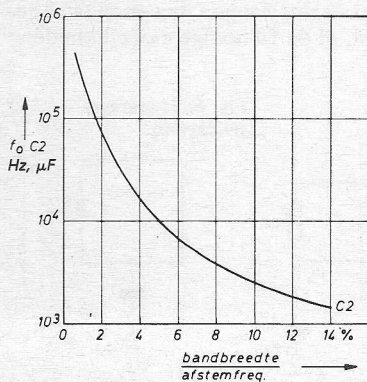
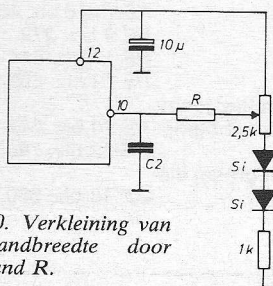
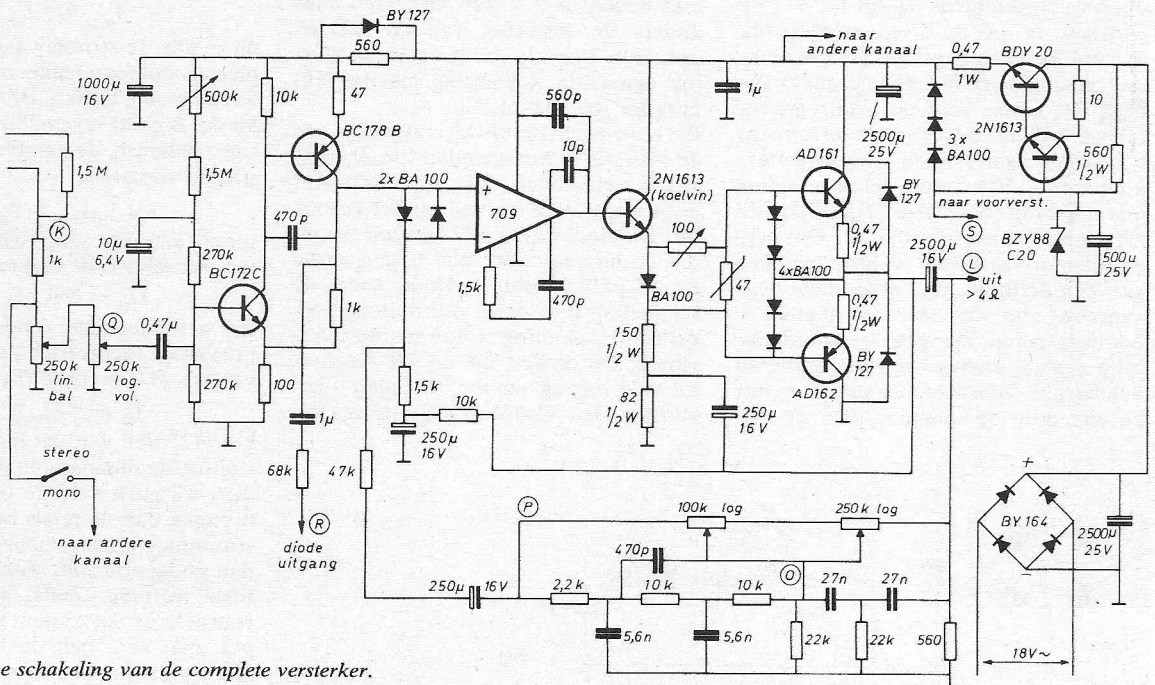
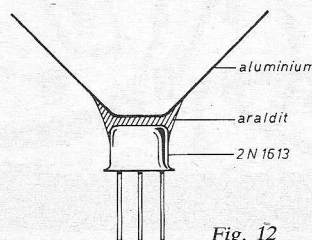

Fig. 1. Afstemgrafiek.
Fig. 10. Verkleining van de bandbreedte door weerstand R.
Fig. 9. Praktische schakeling van de complete versterker.
Fig. 12
in V, Hz,  $\mu$ F maar handiger is het grafiekje van fig. 1. Condensator C3 vormt met een interne weerstand van 4,7 k $\Omega$  een afvlakfilter, waarmee frequenties buiten het detectiegebied worden verzwakt. Het gelijkspanningsignaal van de kwadratische detector wordt hiermee zoveel mogelijk ontdaan van stoorklikjes en doorspraak van buiten het vanggebied liggende tonen. Het filter is effectiever naarmate C3 groter is, al gaat het ten koste van de snelheid waarmee de aanwezigheid van een „goede” toon de schakeltransistor bedient. Een richt-
2. Bandbreedte beperking kan ook worden verwezenlijkt door de lusversterking van de faselus te verkleinen. Dit kan gebeuren met behulp van een weerstand die vanaf C2 naar een gelijkspanningspunt wordt gelegd, als in fig. 10. De instelpotentiometer wordt afgeregeld op symmetrie van het oscillatorsignaal (de blokspanning op punt 9 of 16). Met de keuze van de weerstand R kan de bandbreedte worden geregeld, wordt de interne weerstand van 10 kΩ door de vervangingswaarde van de externe weerstanden gehalveerd, dan wordt de bandbreedte ook de helft. De tijdconstante met C2 is ook gehalveerd, de grafiek van fig. 1 geldt nu niet meer, C2 moet dus worden verdubbeld. Deze methode van bandbreedtebeperking gaat ten koste van de „vangsnelheid”, net als andere methoden, maar het compromis valt wat gunstiger uit. De siliciumdioden dienen voor temperatuurcompensatie. De waarden van de takken van de potmeter moeten bij de berekening van de totaalweerstand (op punt 10 of 15) natuurlijk worden meegenomen.
Fig. 10. Stereo-uitvoering van de schakeling (zonder RIAA correctie) van fig. 9, compleet met voeding. De componentenopstelling is op de vorige pagina gegeven, echter gezien vanaf de onderzijde van de print.
Na de vrij uitgebreide theoretische behandeling van de meeste onderdelen kan nu de complete schakeling van de versterker (zonder RIAA correctieversterker) worden gepresenteerd (fig. 9). De schakeling behoeft vrijwel geen toelichting meer. Er zijn wat extra weerstanden en condensatoren opgenomen voor instellingen en stabilisatie, doch deze spelen geen wezenlijke rol. Wel is er een toelichting noodzakelijk op twee punten, ten eerste de diode (BY127), welke over de weerstand van  $560 \Omega$  is geplaatst en ten tweede de condensator van  $1 \mu\text{F}$ , welke over de voeding is aangebracht. De functie van de diode is het voorkomen dat, bij het belast uitschakelen van de versterker, de ingangen van de 709 zich op een hoger potentiaal zouden gaan bevinden dan de voeding van de 709, hetgeen niet is toegestaan.
printgeleiderbanen. Voor de schakeling van fig. 9 is een print ontworpen welke is afgebeeld op ware grootte in fig. 10. Op deze print komen alle onderdelen voor, behalve de transformator, bedieningsorganen en aansluitmateriaal, welke zijn benodigd voor de stereo-uitvoering van de schakeling volgens fig. 9. Tevens is bij de voeding en bij een kanaal de onderdelenplaatsing aangegeven, alsmede de plaatsen waar gaten kunnen worden geboord om de print te bevestigen. De transistor BDY20 wordt zonder koeling op de print geschroefd. De eindtransistoren daarentegen worden met een U-vormig aluminiumplaatje op de print vastgeschroefd, zoals zichtbaar op afb. 11 welke een gemonteerde print voorstelt. Deze print is niet geheel dezelfde als die van fig. 10; men moet echter vrij goed opletten om de verschillen op te merken. Ook is op afb. 11 te zien hoe de NTC-weerstanden vastgeklipd zitten op de koelplaatjes van de eindtransistoren. Precies onder de NTC-weerstanden, welke met araldit zijn vastgekit, is er een opening tussen beide koelplaatjes, zodat het niet nodig is de eindtransistoren geïsoleerd te monteren. Wel moet erop worden gelet, dat de gaten in de koelplaatjes, voor doorvoer van basis en emitteraansluitingen, voldoende groot worden geboord, zodat er geen kortsluiting van de collector kan optreden. De koelplaatjes op de beide 2N1613 zijn op afb. 11 nog niet aangebracht. Goedkoop en goed is het om in plaats van een in de handel verkrijgbare koelvin voor TO5 een koelplaatje aan te brengen zoals is aangegeven in fig. 12. Deze constructie komt ook plezieriger uit in de beschikbare ruimte. Als afmetingen voor het plaatje kan men  $60 \times 5 \times 1,5 \text{ mm}$  nemen. Alvorens verder in te gaan op de bedrading, de aarding en de plaatsing van de diverse niet op de print aanwezige